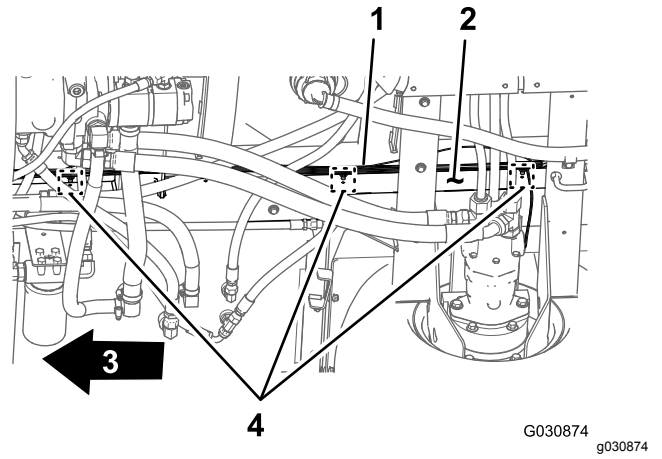

图 21
3. 拆下将后线束固定到机器右机架管中的孔的 3 个压入式紧固件图 21。